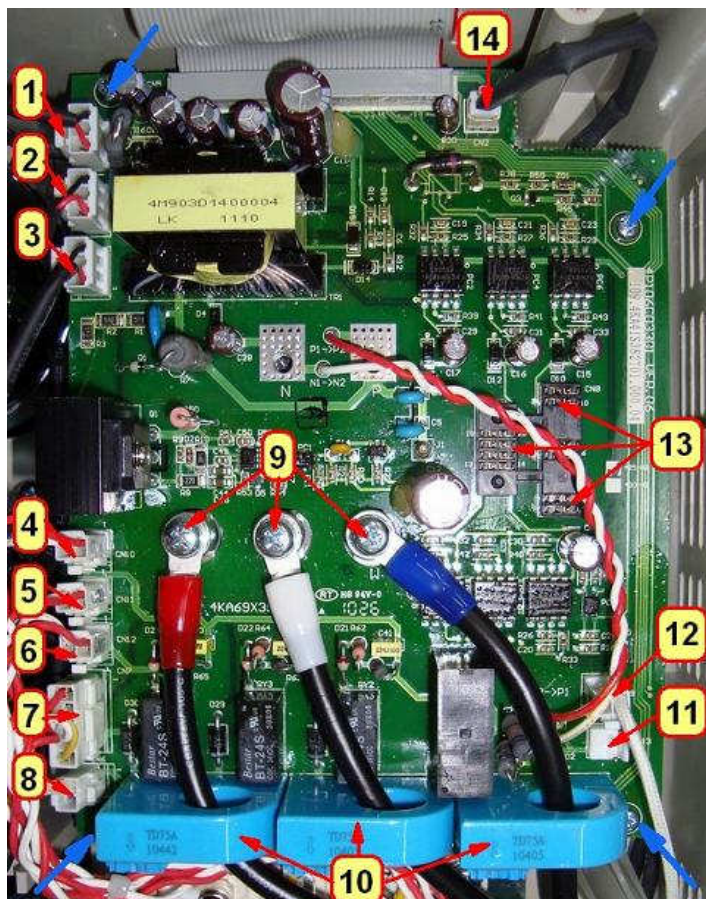

Рис.6.17
6.10.3. Отсоединить разъемы CN1 – CN4, CN6, CN7, CN9 – CN13 от платы в соответствии с рис.6.17.
6.10.4. Выкрутить три винта 9, снять три контактные втулки, вытянуть провода U, V, W клеммника TM1 из окон блока датчиков тока 10 (рис.6.17). Положить винты и втулки в тару.
6.10.5. Выкрутить четыре самонарезающих винта (синие стрелки на рис.6.17). Положить винты в тару.